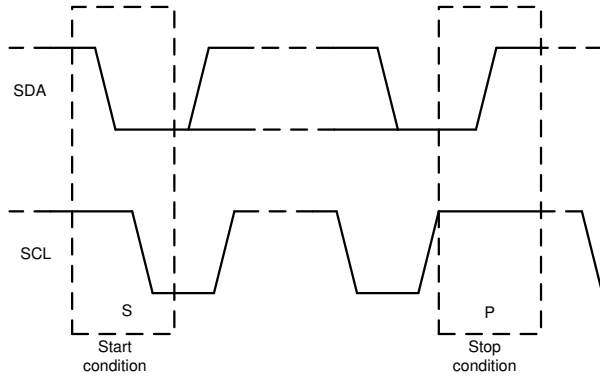

図 6-14. START 条件と STOP 条件
1. コントローラは、スタート条件を生成することで、データ転送を開始します。図 6-14 で示されているように、SCL がハイの状態では SDA ラインにハイからローへの遷移が発生すると、スタート条件となります。すべての I2C 互換デバイスは、スタート条件を認識します。
4. 図 6-14 に示すように、データ転送の終了を通知するために、コントローラは SCL ラインがハイの状態では SDA ラインをローからハイに引き上げることでストップ条件を生成します。このアクションによってバスが解放され、アドレス指定されたターゲットとの通信リンクが停止します。すべての I2C 互換デバイスがストップ条件を認識します。ストップ条件の受信によって、バスは解放され、すべてのターゲットデバイスはスタート条件および一致するアドレスが送信されるのを待ちます。